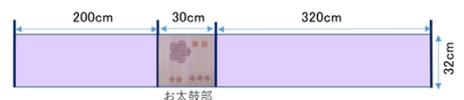
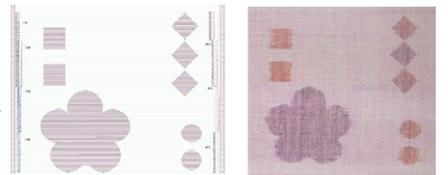

図6 8寸名古屋帯図案イメージ
図7 帯お太鼓部の図案(左)と製織部(右)
④ 帯製織(引き揃え糸による緯緋柄)
- ・引き揃え糸の緯緋技法を用いて8寸名古屋帯の図案を作成し、緯緋図案法により染色を行い、製織した。図案の再現性、寸法精度は良好(縮率1%内)であった。(図6、図7)